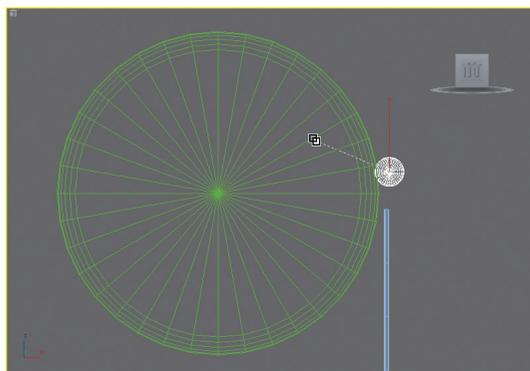

图9-103 链接刚体
**07** 再选择“固定点”物体，单击工具栏上的按钮，按住鼠标左键不放，将其拖动到“转轮”物体上，从而实现它们的链接，如图9-103所示。